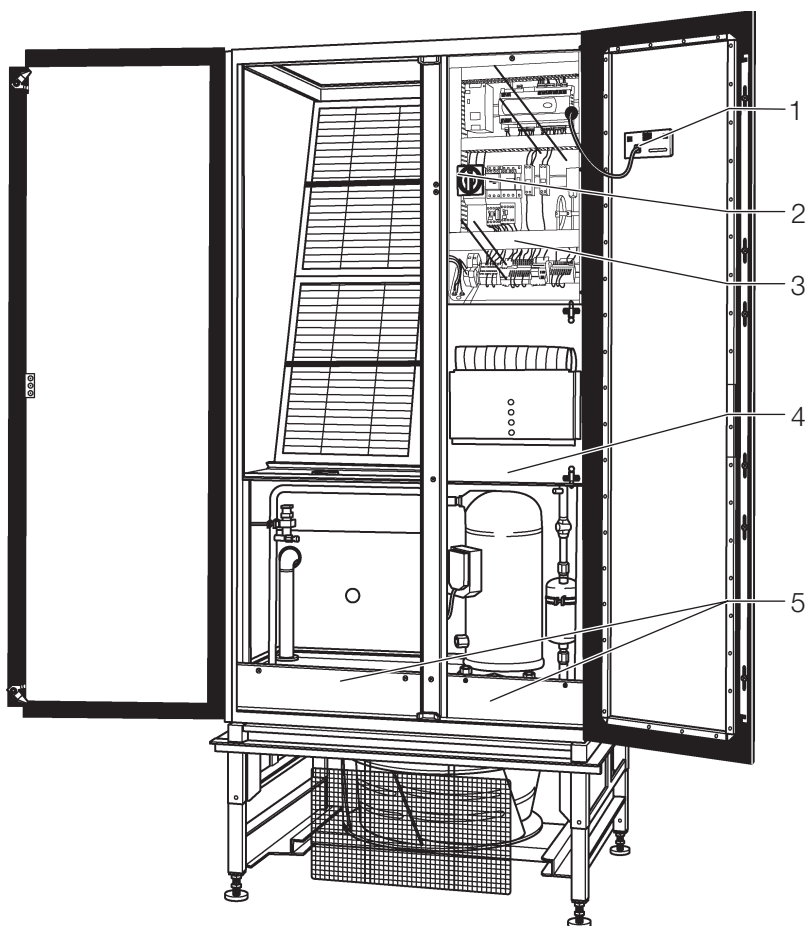

Abb. 6: Abdeckungen (hier: Ausführung DX)
- Riegel an der Abschottplatte (Abb. 6, Pos. 4) unterhalb des Elektroteils (Abb. 6, Pos. 3) nach innen schieben und Abschottplatte abnehmen.
- Untere kleine Abdeckplatten (Abb. 6, Pos. 5) (1 Stück bei CW; 2 Stück bei DX) unterhalb der Filter mit Schraubendreher öffnen
- Display-Stecker (Abb. 6, Pos. 1) abziehen und Elektroteil-Abdeckplatte (Abb. 6, Pos. 3) mit Schraubendreher öffnen.
- Vor dem Wiederanschrauben der Elektroteil-Abdeckplatte (Abb. 6, Pos. 3) Displaystecker (Abb. 6, Pos. 1) durch die Aussparung in der Abdeckplatte führen.